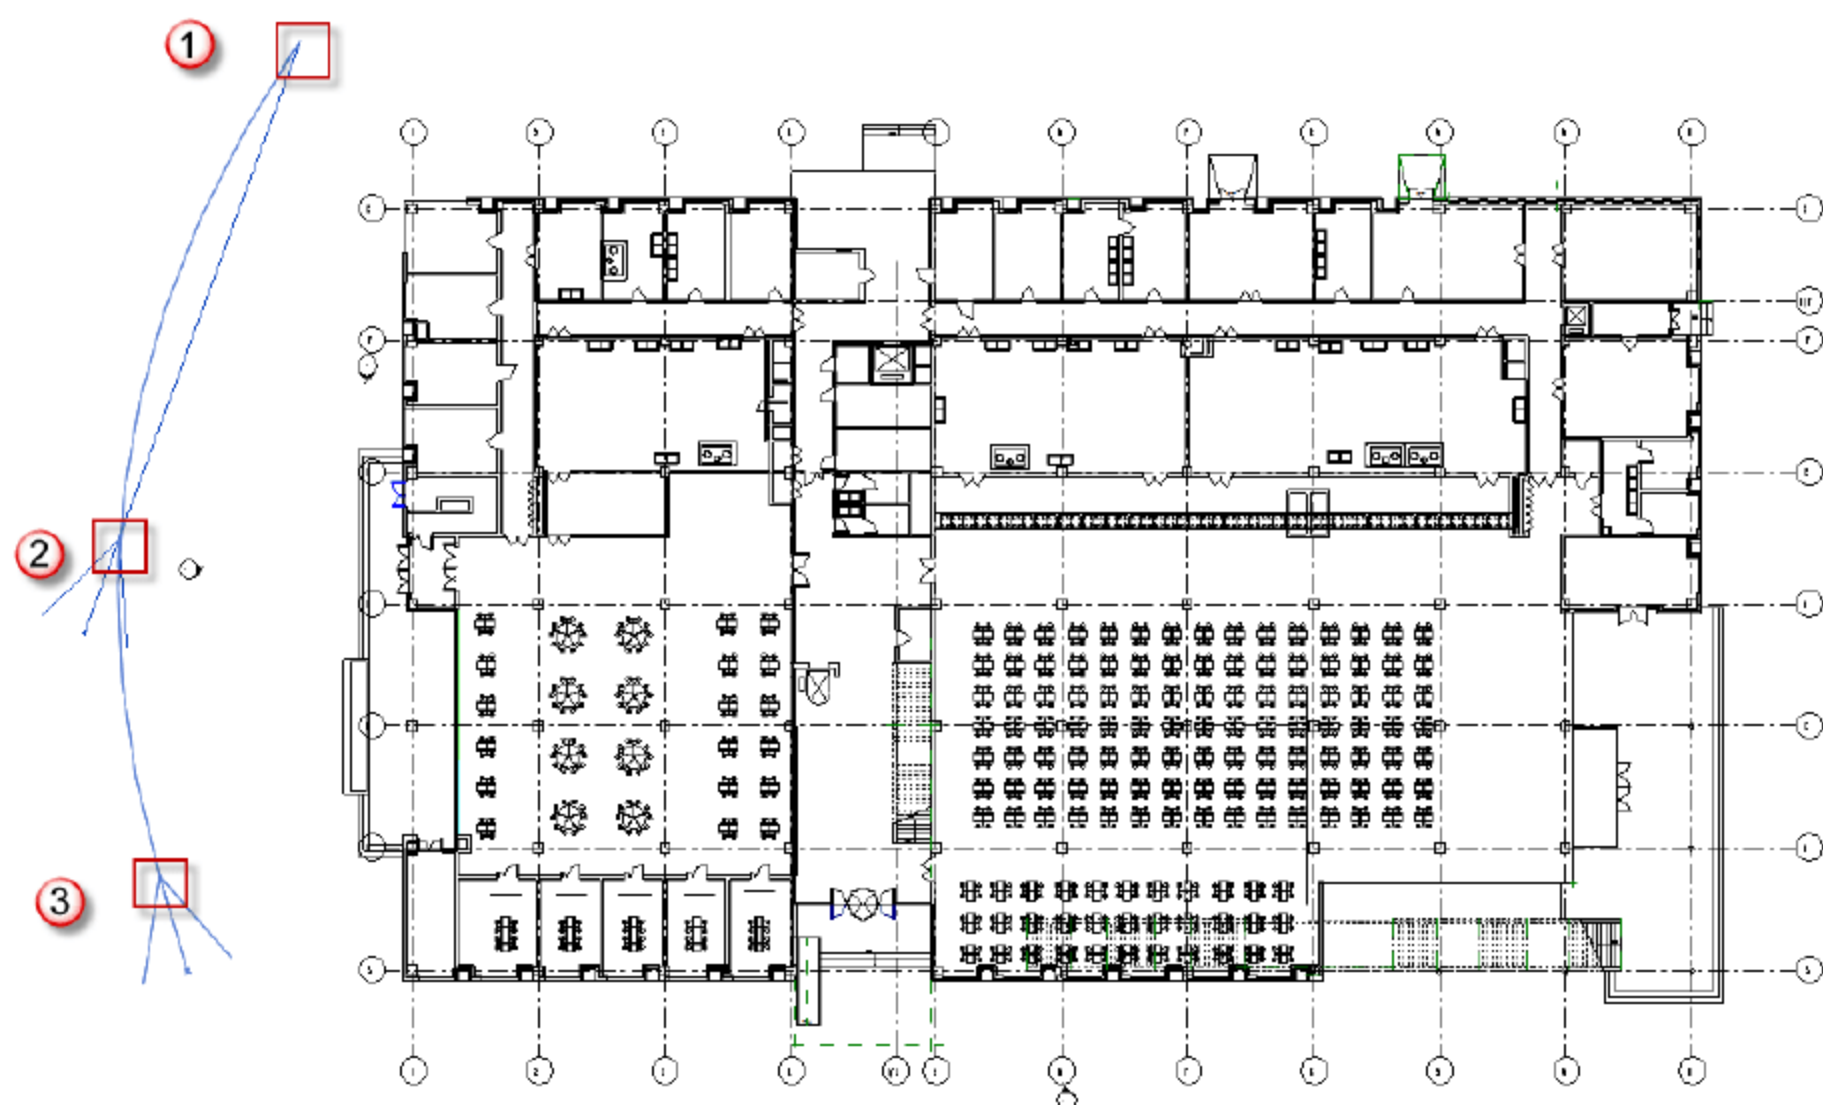
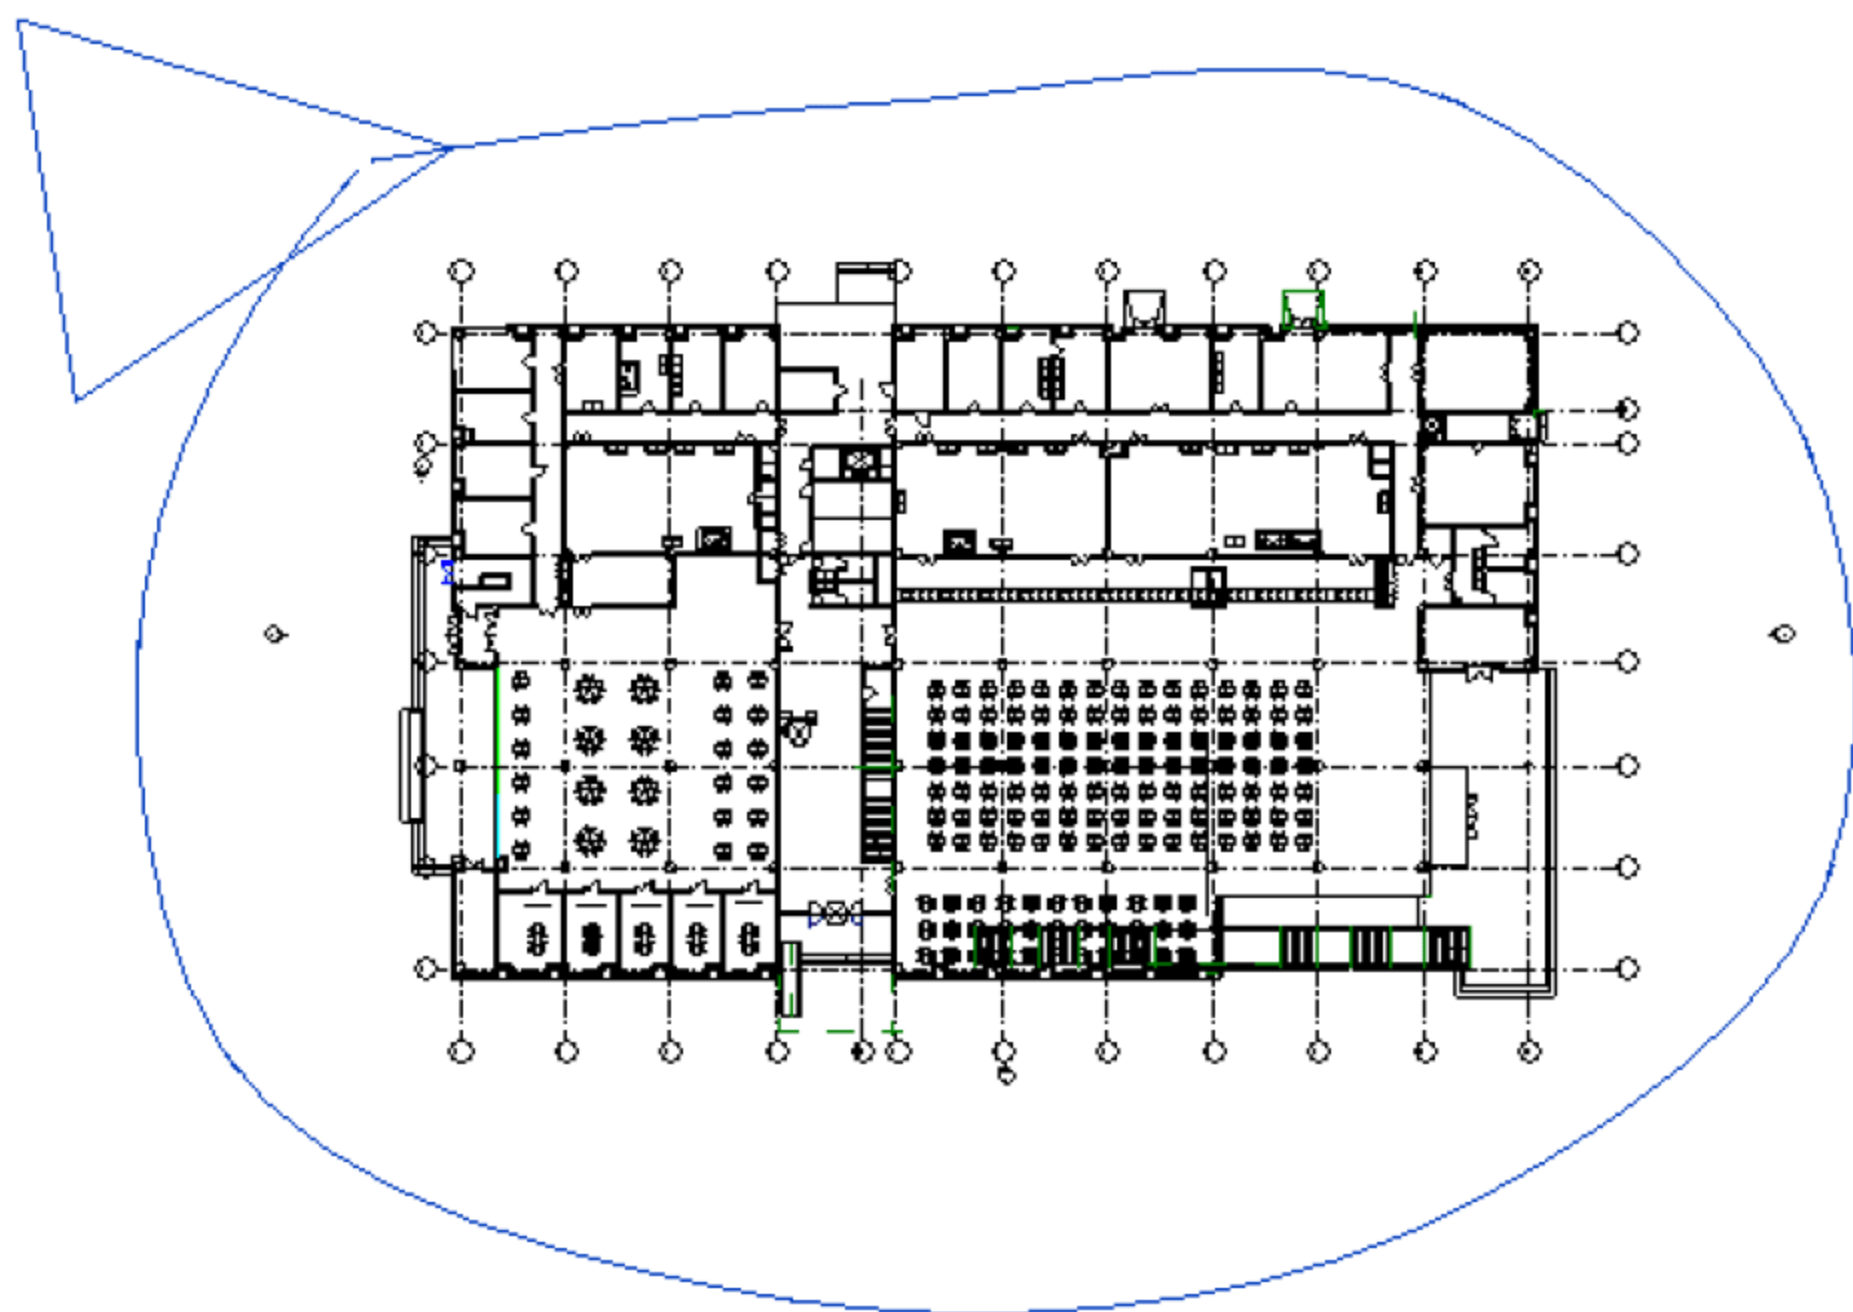

图 13.2.8 放置相机
图 13.2.9 完成关键帧绘制
(3) 放置关键帧。将光标放置在视图中并单击以放置关键帧，沿所需方向移动光标以绘制路径，如图 13.2.8 所示，绘制完成如图 13.2.9 所示。